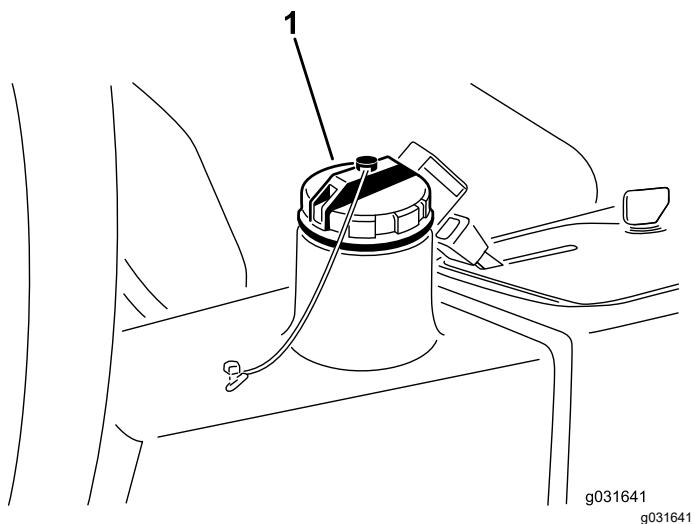

図 66
4. 油圧オイルタンク図 66に約 13.2 リットルの油圧オイルを入れる 油圧作動液の仕様 \(ページ 52\)と 油圧オイルの量を点検する \(ページ 52\)を参照。